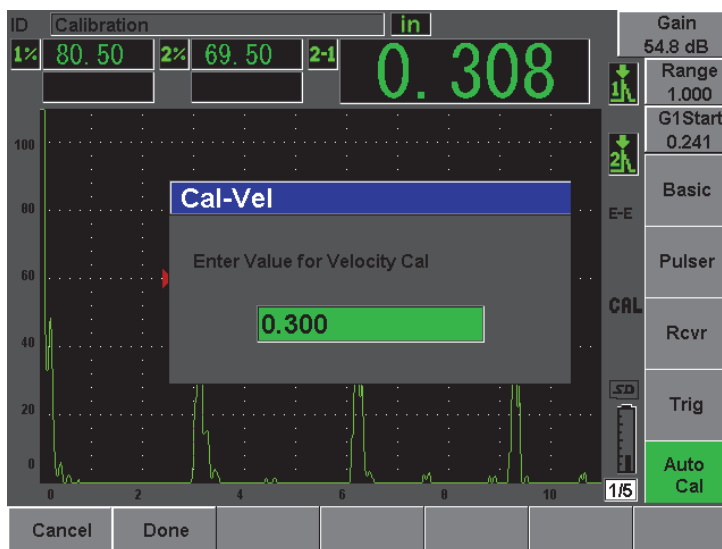

Рис. 10-15 Введение значения толщины для калибровки скорости
13. Как только появится устойчивое значение, выберите **Auto Cal > Cal-Vel** (Автокалибровка - Калибр. скорости). Изображение на экране фиксируется, и появляется окно **Cal-Vel** (см. Рис. 10-15 на стр. 180).